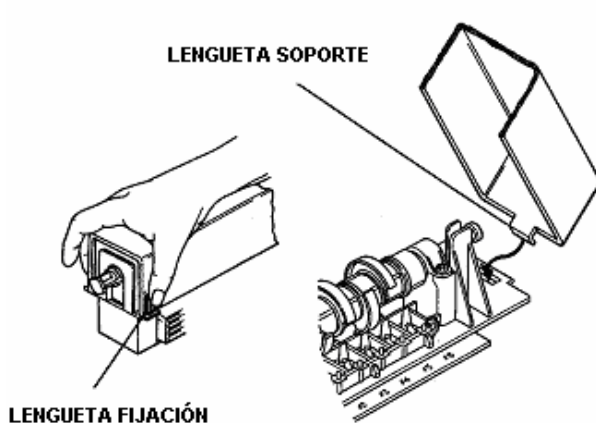

FIGURA 4.1.
- Retirar la cubierta del eje de levas, tal y como se indica en la Figura 4.1.